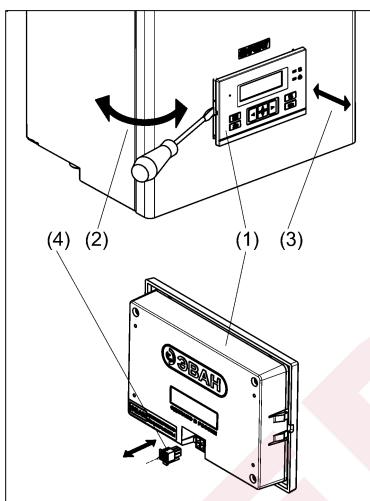
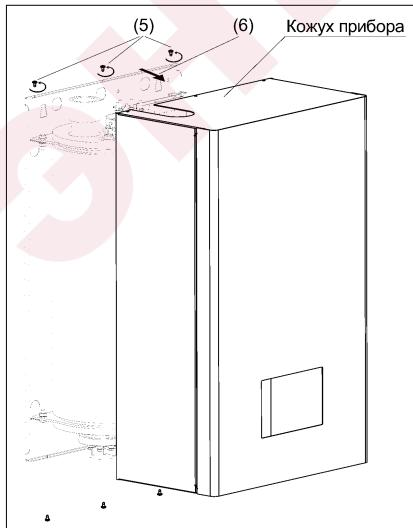

Рисунок 6. Снятие блока управления
Рисунок 7. Снятие кожуха прибора
- (1) Аккуратно подденьте плоской отвёрткой место примыкания блока управления и лицевой панели (см. рис. 6).
- (2) Выдвиньте блок управления на себя.
- (3) Отсоедините кабель с разъёмом от блока управления (кабель подсоединен с тыльной стороны блока управления).
- (4) Уберите блок управления в сторону в безопасное место.
- (5) Открутите отвёрткой три самореза с верхнего и три самореза с нижнего торца кожуха прибора (см. рис. 7).
- (6) Снимите кожух прибора.
6.2.3 Подключение прибора к электрической сети осуществляется только через внешний автоматический выключатель QF (см. рис. 7) с номинальным током (I_{n}) указанным в таблице 2.